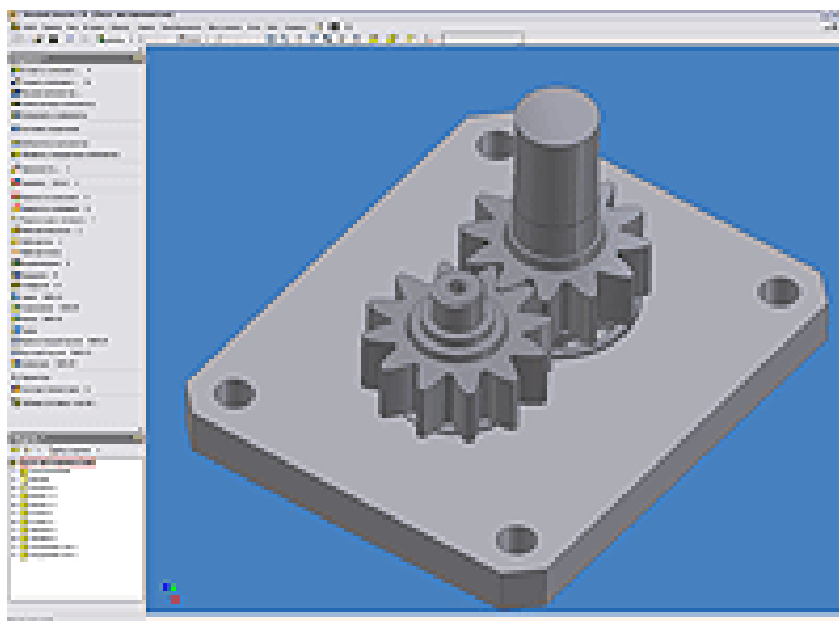

Рисунок 1
1. Для начала работы открываем файл сборки изделия (Насос шестеренный.iam), созданный на предыдущем уроке (см. Рисунок 1).